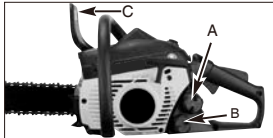

Bild. 7
1. Füllen Sie den Treibstofftank (A) mit der richtigen Treibstoffmischung auf (Bild. 7).
2. Füllen Sie den Öltank (B) mit dem richtigen Ketten- und Schienenöl auf (Bild. 7).
3. Stellen Sie sicher, dass die Kettenbremse (C) vor dem Anlassen des Motors eingeschaltet ist (Bild. 7).